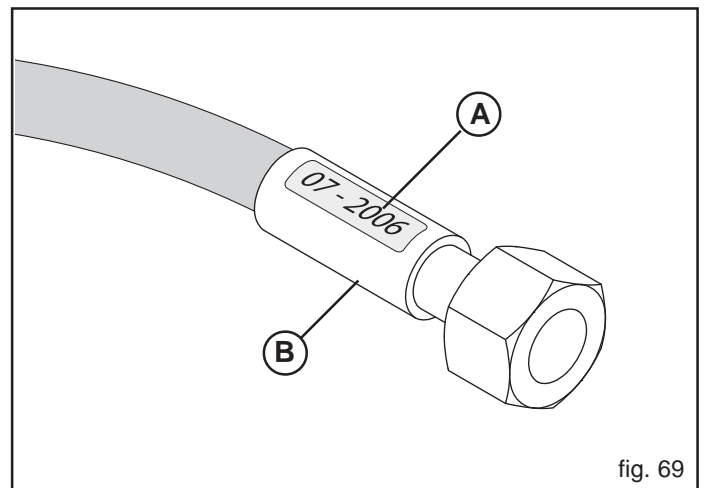

fig. 69
- perdite in prossimità dell'armatura del tubo (B, Fig. 69);
- corrosione dell'armatura (B, Fig. 69);
- superati i 5 anni dalla produzione (A, Fig. 69).